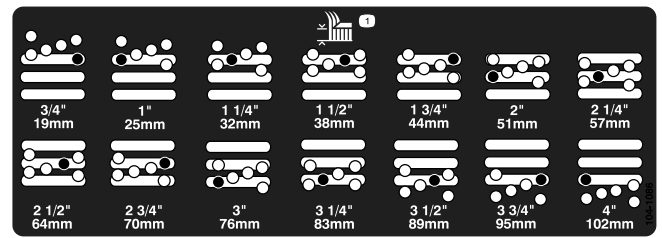

Figura 17
4. Supportate l'alloggiamento e togliete il distanziale (Figura 17).
5. Spostate l'alloggiamento all'altezza di taglio opportuna e montate il distanziale nel foro e nella scanalatura dell'altezza di taglio prescelta (Figura 17).